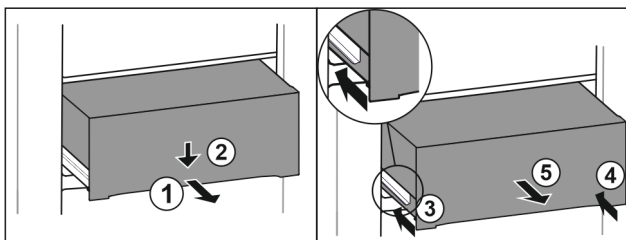

Fig. 145
- ▶ Вытяните выдвижной ящик наполовину. Fig. 145 (1)
- ▶ Вдавите выдвижной ящик в передней части вниз. Fig. 145 (2)
- ▶ Задвиньте левую направляющую прим. на 2 см. Fig. 145 (3)
- ▶ Задвиньте правую направляющую прим. на 2 см. Fig. 145 (4)
- ▶ Извлеките выдвижной ящик движением вперед. Fig. 145 (5)